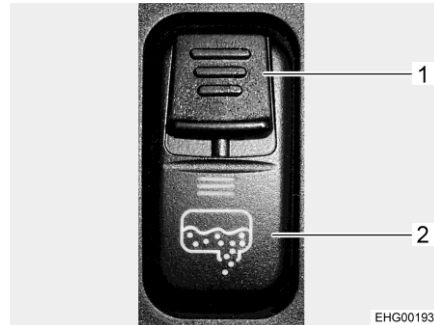

Fig. 133 Interruptor basculante (descarga de aguas residuales)
- Empujar el interruptor deslizante de seguridad (Fig. 133,1) en el interruptor basculante hacia abajo y, al mismo tiempo, pulsar la parte inferior del interruptor basculante (Fig. 133,2). De este modo, se abrirá la válvula de aguas residuales y se vaciará el depósito de aguas residuales. El LED estará encendido mientras que esté abierta la válvula de aguas residuales.